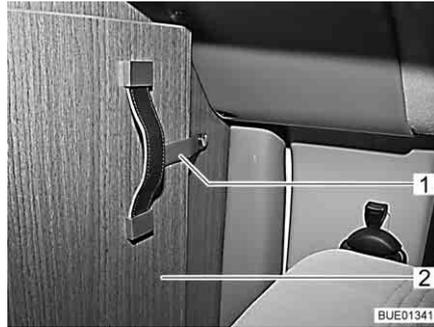

Fig. 48 Cinta de seguridad
- Soltar la cinta de seguridad (Fig. 48,1) de la parte plegable de la separación de la cabina del conductor (Fig. 48,2).